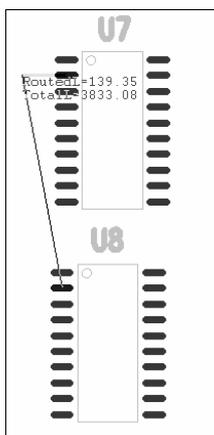
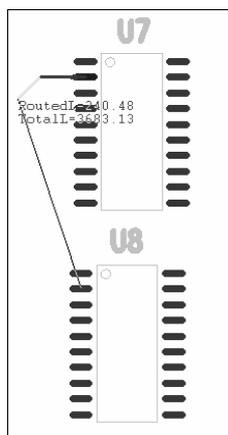
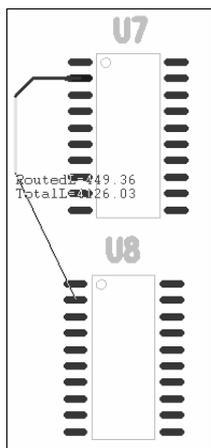

图 11-10 开始布线
图 11-11 添加拐角 1
图 11-12 添加拐角 2
(1) 单击设计工具栏中的  图标按钮,即进入设计工作模式,然后单击设计工具栏中的  图标按钮,进入添加布线模式。
(2) 单击元器件 U7 的⑬脚焊盘,开始布线操作,如图 11-10 所示。
(3) 移动光标,预布线随之移动。
(4) 在如图 11-10 所示的光标处单击鼠标左键,增加一个拐角,如图 11-11 所示。
(5) 在图 11-11 所示的光标处单击鼠标左键,增加一个拐角,如图 11-12 所示。